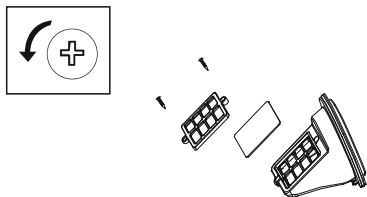

Bild 14
2. Schrauben der Kunststoffabdeckung lösen (Bild 14).